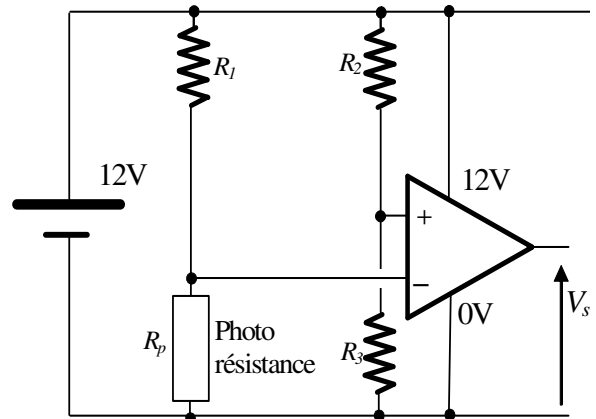

figure 2
- Ce capteur est associé au montage de la figure 2 où l'amplificateur opérationnel est considéré comme idéal. Déterminez l'expression de V_s en fonction de R_p . Quand le crépuscule approche, comment évolue R_p et comment évolue V_s ?